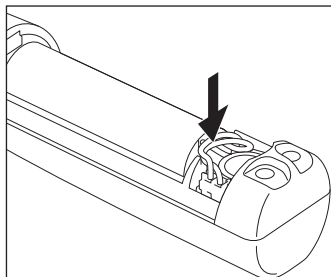
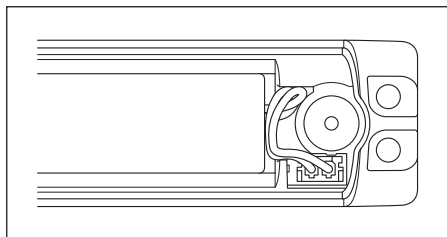

図 15
図 16
- 9) 余ったコードを図示の様に押し込み（図 15）、コードが図示のようになっていることを確認します。（図 16）